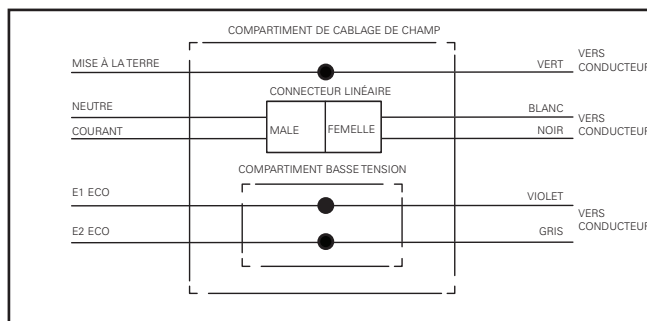

Figure 11.
- d. Pour une gradation par câble Lutron 3, utilisez le câble violet avec le terminal E1 et le câble gris avec le terminal E2 ECO sur l'ESN (Figure 11.). N'utilisez pas les câbles violet et gris.